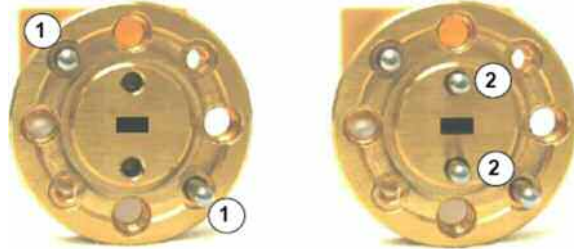

Рис. 2.1 Прецизионный фланец (фланец с антиперекосом) UG-387 без и с направляющими штифтами
Наиболее часто для волноводов свыше 50 ГГц используется фланец UG-387. Преобразователи совместимы с этим фланцем. В соответствии с техническими требованиями (MIL) фланец UG-387 используется с центровочными штифтами (Рис. 2.1 (1)) диаметром 1.565 мм (0.0615 дюйма) [2]. Этот диаметр поддерживается многочисленными производителями (например, Aerowave Inc., Custom Microwave Inc., M/A-COM/Tyco Electronics Ltd., and Flann Microwave Ltd.). Также на практике используются центровочные штифты с другими диаметрами, важным производителем является компания Agilent Technologies Inc., предлагающая штифты с диаметрами 1.605 мм (0.0630 дюйма). Чтобы обеспечить совместимость с этой разновидностью фланца UG-387, преобразователи поставляются с двумя различными вариантами переходников тестового порта. (Рис. 2.2). Один из переходников предназначен для использования с 1.565 мм центровочными штифтами. Это обеспечивает высокую точность соединения даже без использования дополнительных направляющих штифтов (Рис. 2.1 (2)). Второй переходник предназначен для использования с центровочными штифтами обоих диаметров 1.565 мм и 1.605 мм. Для достижения наилучшего соединения целесообразно использовать дополнительные направляющие штифты. Направляющие штифты применимы для обоих типов переходников (прецизионных фланцев). У переходников тестового порта есть внешний ободок, который спроектирован для предотвращения перекоса фланцев друг относительно друга (фланцы с антиперекосом). Возможно подключение испытуемого устройства (ТУ) (DUT - Device under test) со стандартными фланцами (т.е. фланцами, не обеспечивающими защиту от перекоса или выше упомянутых точностных характеристик) к переходникам тестового порта.